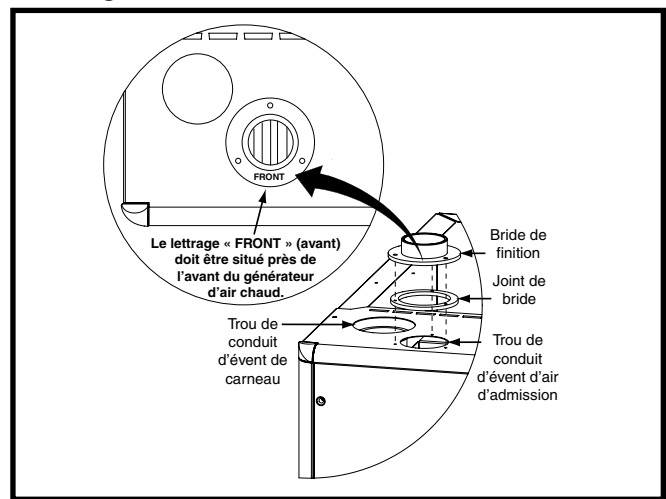

Figure 18. Bride de finition
La bride de finition doit être installée pour faire sortir le conduit d'air de combustion par le dessus du générateur d'air chaud. **REMARQUE** : Pour une installation appropriée, il est important d'aligner le conduit et les trous de vis dans les brides de finition, le joint d'étanchéité et l'armoire. Consulter le Figure 18.
2. Placer la bride de finition sur le dessus du joint d'étanchéité de bride. **REMARQUE** : S'assurer que la bride est bien orientée de façon à ce que le lettrage « FRONT » (avant) soit situé à proximité de l'avant du générateur d'air chaud, comme indiqué à la Figure 18.